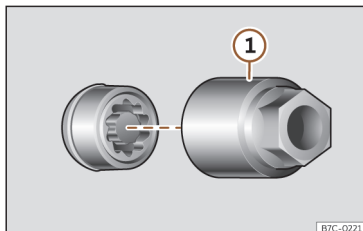

Fig. 199 Parafuso antirroubo com capa de proteção e adaptador.
- Encaixe o adaptador especial >>> **Fig. 199**
- ① (ferramenta de bordo >>> **Página 287**) no parafuso antirroubo da roda até ao limite.